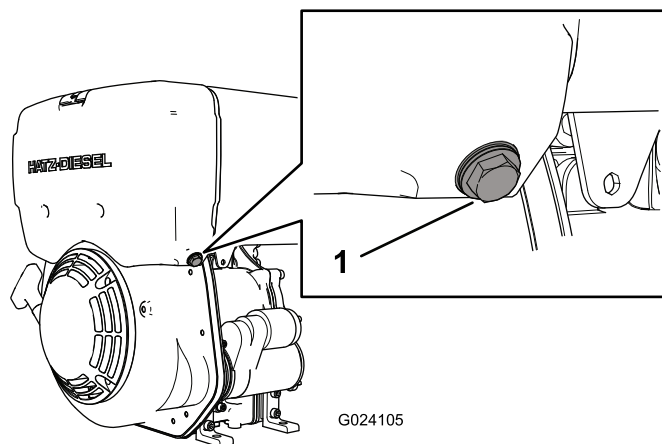

Figure 27
2. Desserrez le boulon du séparateur d'eau de 3 à 4 tours (Figure 27).